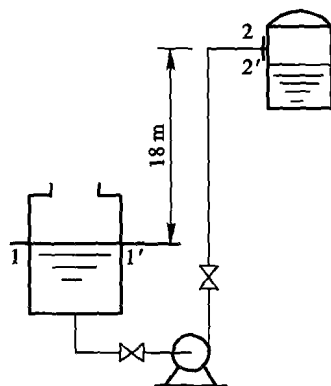

图 1-3
6. 如图 1-3 所示,用泵将溶液从反应器送到高位槽,流量为 $2 \times 10^4 \text{ kg/h}$ 。高位槽内压强保持 98.3 kPa(表压)。管道采用 $\phi 76 \text{ mm} \times 3 \text{ mm}$,长为 60 m 的钢管。管道中装有一个全开闸阀,一个全开球心阀,2 个 90° 标准弯头。反应器内液面与管路出口的距离为 18 m。泵的总效率为 0.70,试求泵的轴功率。已知溶液 $\rho = 1100 \text{ kg/m}^3$, $\mu = 0.65 \text{ mPa} \cdot \text{s}$,管壁的绝对粗糙度 $\epsilon = 0.3 \text{ mm}$ 。